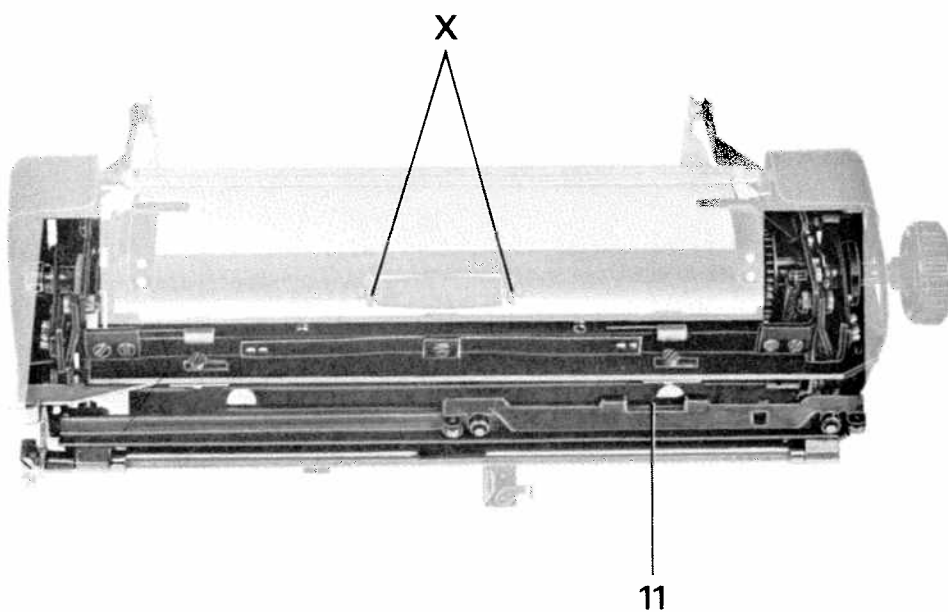

Bild 22
- 3.2.2.1 Lägga en bit blankettpapper runt valsen som skydd mot olja, bild 22.